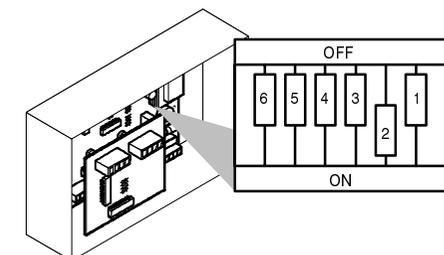

fig. 3.16
- 3 Selezionare i micro selettori "3" e "4" in fig. 3.16 per il funzionamento desiderato del circolatore come segue:
Agendo sul micro selettore "5" (fig. 3.16) della scheda di regolazione spostandolo in ON si può portare questo intervallo a 6 minuti.